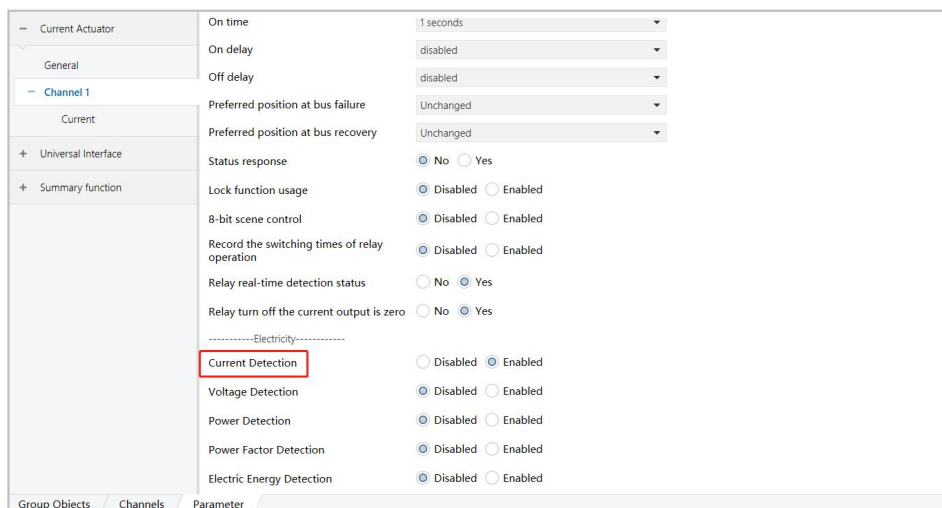

图 6.2.1
1) 参数 “current detection” 表示电流检测，选择 “Enabled” 时启用该功能，出现红色方框内选项，如图 6.2.1 所示；